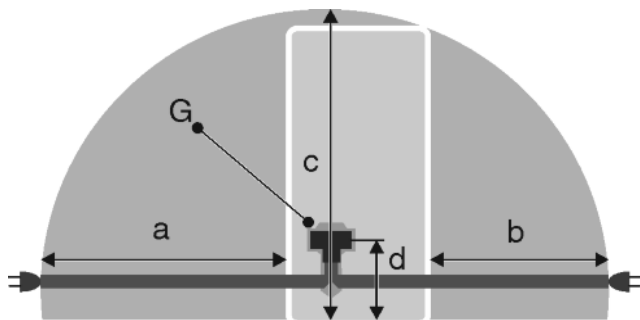

Fig. 52
- Розетка находится вне зоны задней стенки в данной зоне. Fig. 52 (a, b, c)
- ▶ Штекер устройства Fig. 52 (G) подсоединить с задней стороны устройства. Следить за правильной фиксацией.